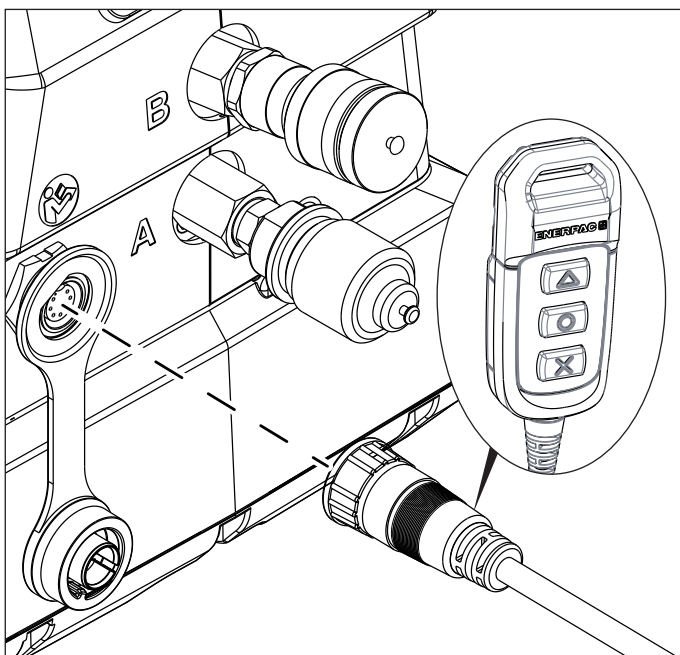

Figura 4: Collegamento della pulsantiera a distanza
1. Rimuovere il cappuccio antipolvere dal connettore sulla parte anteriore della pompa e collegare il cavo della pulsantiera. Vedere la Figura 4.